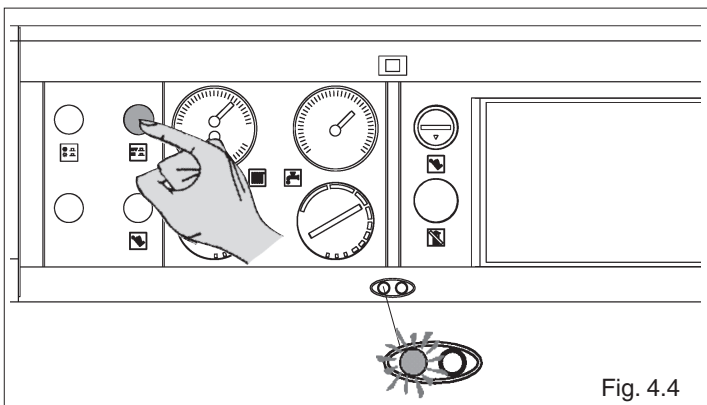

Fig. 4.4
- premere l'interruttore principale del pannello di comando e verificare l'accensione della lampada di segnalazione verde (fig. 4.4).